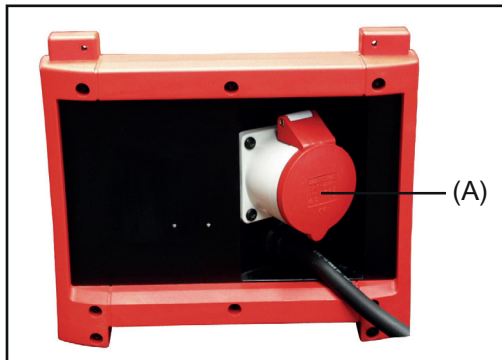

Abb.1 Steckdose 400 V für Stromquelle
Die Autotrafos ermöglichen den Einsatz der digitalen Stromquelle auch an Netzspannungen von 480 V oder 500 V. Die für die Stromquelle transformierte Spannung von 400 V ist an der Steckdose (A), im Bereich der Rückseite der Autotrafos, verfügbar (Abb.1).